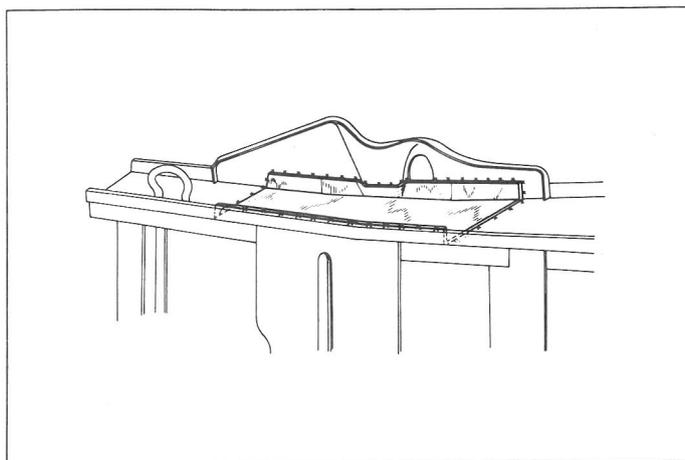

Fig. 3
- Mettre en place les renforts extérieurs (voir fig. 3). Les fixer à l'âme du châssis par quelques points de brasure ou de soudure, puis les souder sur leur pourtour.